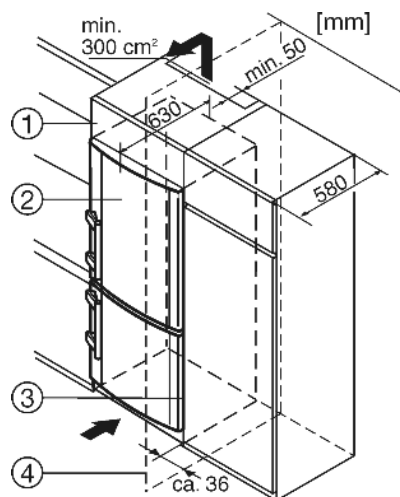

Fig. 12
- (1) Дополнительный шкафчик
- (2) Устройство
- (3) Кухонный шкаф
- (4) Стенка
Устройство может быть окружено предметами кухонной обстановки. Чтобы уравнивать устройство Fig. 12 (2) по высоте с кухонной стенкой, можно установить над устройством соответствующий дополнительный шкафчик Fig. 12 (1).
При комбинировании с обычными кухонными шкафами (глубина макс. 580 мм) устройство можно установить непосредственно рядом с кухонным шкафом Fig. 12 (3). Дверца устройства выступает по сторонам на 34 мм и по центру устройства на 50 мм относительно передней стенки кухонного шкафа. Поэтому ее можно свободно открывать и закрывать. Важно для вентиляции:
Если устройство установлено на шарнирах у стены Fig. 12 (4), то расстояние между устройством и стеной должно быть не менее 36 мм. Настолько выступает ручка при открытой дверце.